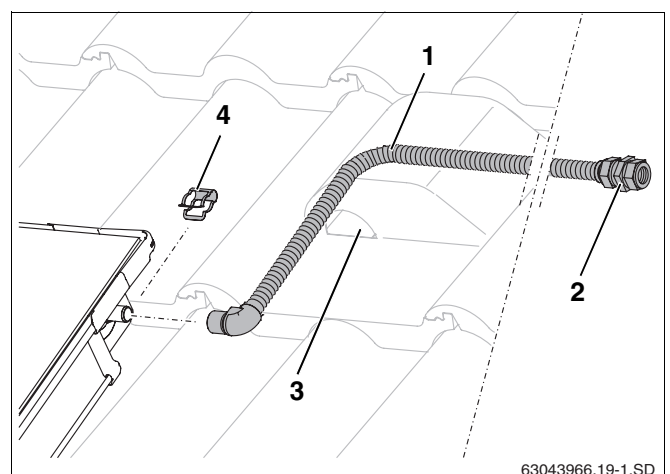

Fig. 53 Instalar a tubagem de avanço (sem dispositivo de purga no telhado)
- ▶ Aplicar o tubo de ligação (1000 mm, fig. 53, **item 1**) sobre a ligação de avanço do campo de colectores e fixar com grampo (fig. 53, **item 4**).
- ▶ Passar o tubo de ligação juntamente com o cabo do sensor pela câmara de purga (fig. 53, **item 3**) e pelo isolamento do telhado.
- ▶ Ligue o tubo colector à união roscada de anel de aperto (fig. 53, **item 2**).